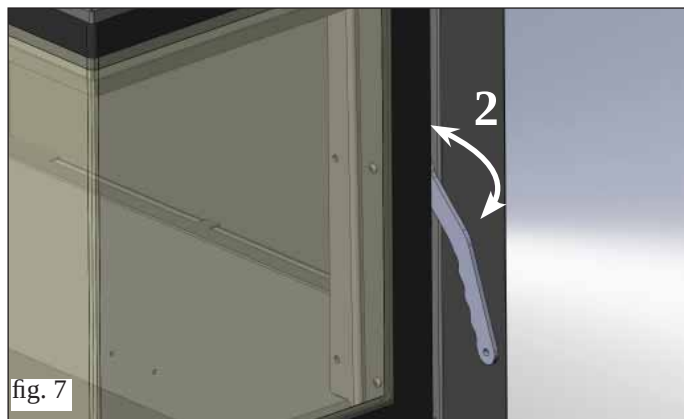

fig. 7
- ouvrir le volet en intervenant, avec l'outil spécial (main froide fournie 2 - fig. 7) sur la plaque pivot située sur le montant à côté de la porte (pivoter de 90°).